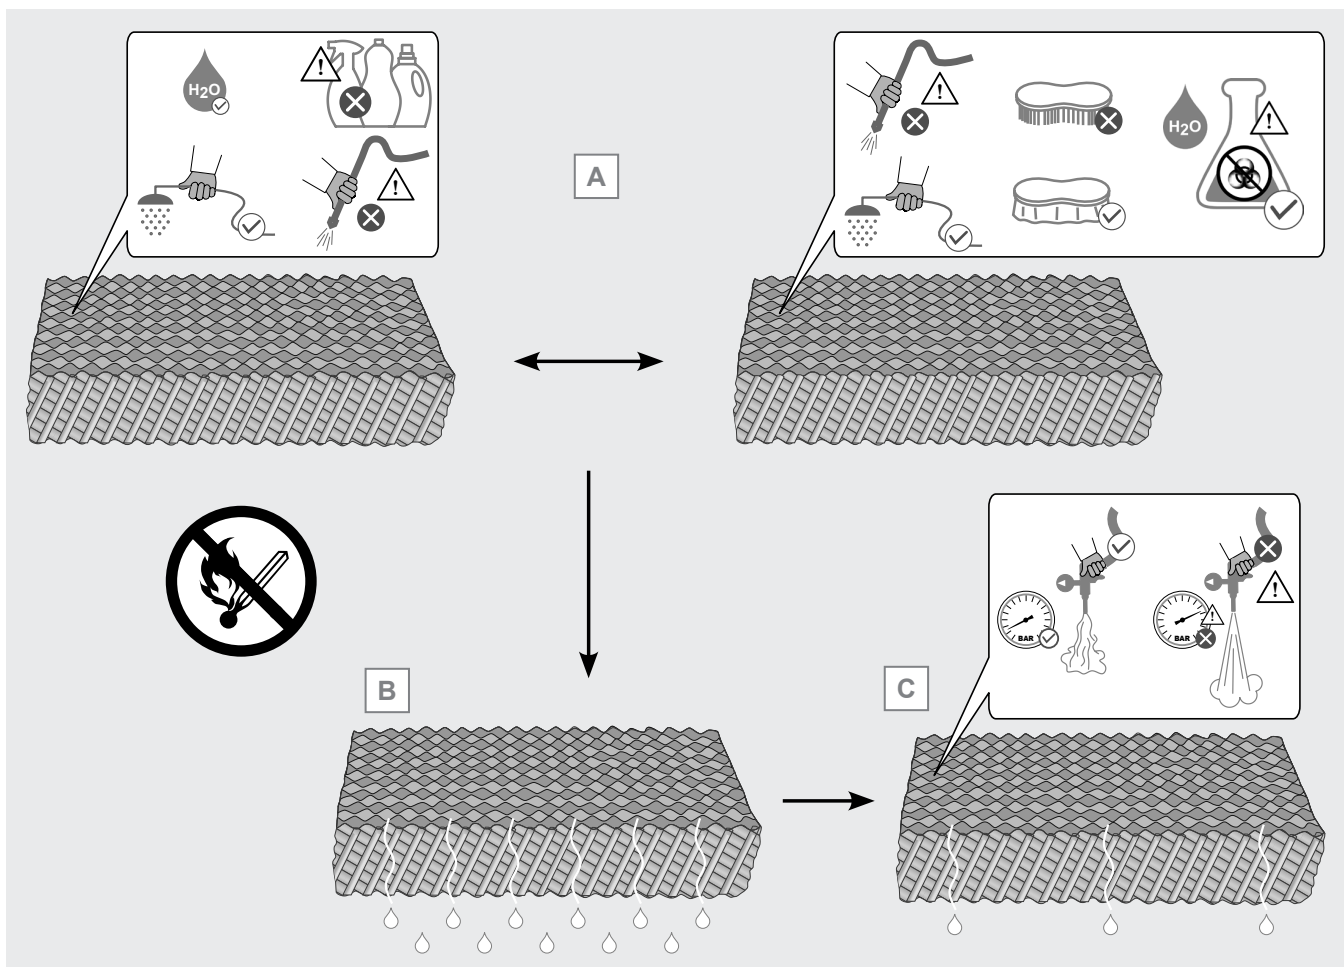

Figura 21
- 12.11.15 Utilice sólo agua para la limpieza rutinaria. Para las características del agua, véase el punto 6.21. No utilice detergentes, desincrustantes, espumantes, sustancias ácidas o alcalinas. El uso de detergentes u otras sustancias no específicas para la limpieza de los paneles puede provocar el deterioro del cartón, la proliferación de algas y el crecimiento bacteriano. Las algas, las bacterias y los microorganismos en general pueden comprometer permanentemente la estructura del cartón y, por tanto, su rendimiento. Véase la Figura 21 A.
- 12.11.18 Después de la limpieza, deje escurrir el agua del panel durante unos minutos, véase la Figura 21 B. Si es necesario, elimine el exceso de agua con un chorro de aire comprimido a baja presión. Tenga cuidado de no dañar los paneles con una presión excesiva, véase la Figura 21 C.